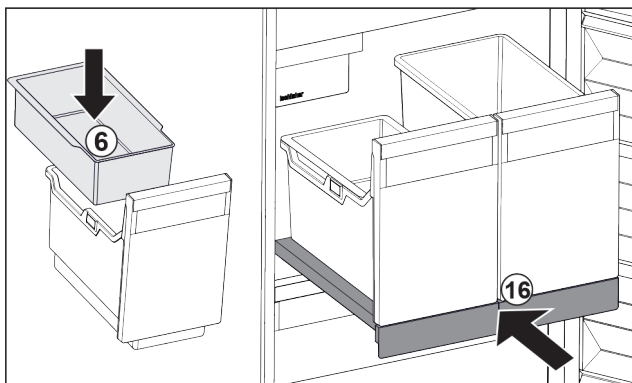

Fig. 40
- ▶ Einhängeschale Fig. 40 (6) für Eiswürfel einsetzen.
- ▶ Auszugsbord mit Behälter (IceTower) einschieben. Fig. 40 (16)